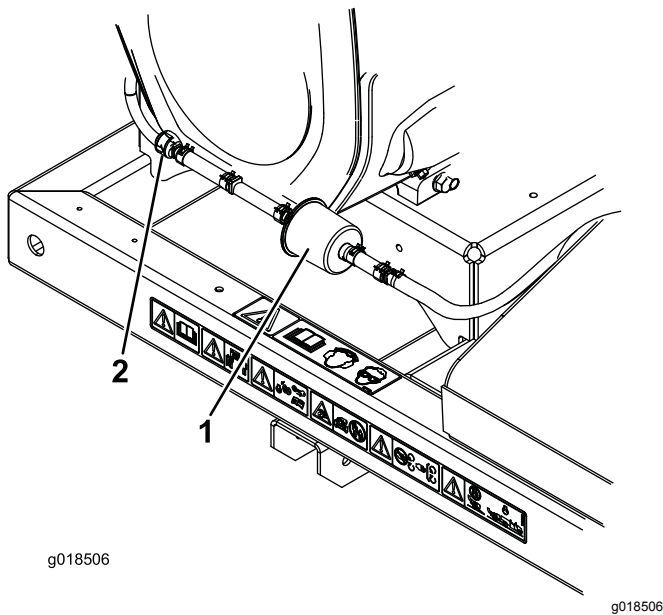

Bild 18
2. Schieben Sie die gefederten Schlauchklemmen an beiden Seiten des Aktivkohlefilters der Entleerungsleitung vom Filter weg (Bild 18).
3. Entfernen und werfen Sie den Aktivkohlefilter weg (Bild 18).
4. Setzen Sie einen neuen Filter in den Schlauch ein; der Pfeil am Filter sollte zum Sperrventil zeigen; befestigen Sie ihn mit den Schlauchklemmen (Bild 18).